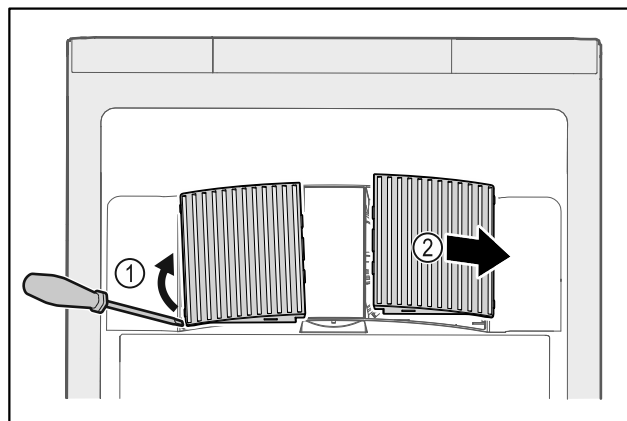

Fig. 148
- ▶ Ventilatorabdeckungen vorsichtig von der Seite heraushebeln Fig. 148 (1) und nach vorne abnehmen Fig. 148 (2).